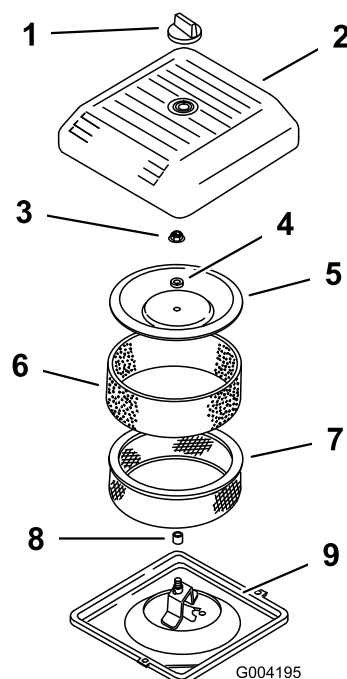

图44
3. 拧下旋钮并取下空气滤清器盖（图44）。
4. 小心将泡沫预滤器滑出纸质滤芯（图44）。
5. 拧下护罩螺母，并取下护罩、隔片和纸质过滤器（图44）。
- 将空气滤清器总成放到空气滤清器基座上（图44）。
- 安装护罩、隔片、并使用护罩螺母固定（图44）。上紧螺母扭矩至 11N·m。
- 安装空气滤清器盖、使用旋钮固定（图44）。